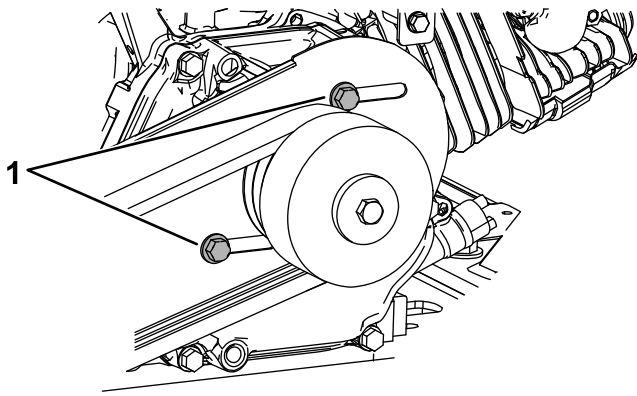
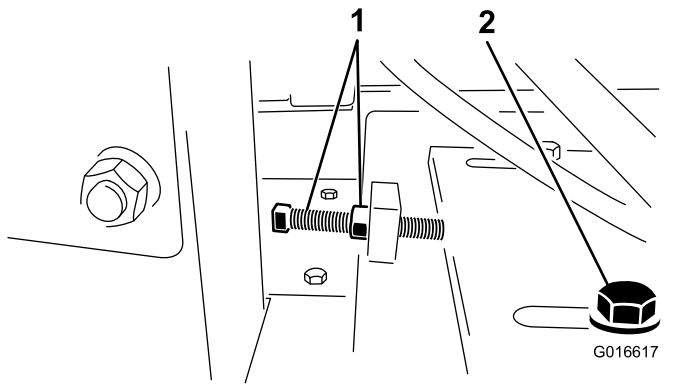

Figura 26
Figura 27
5. Afloje los 4 pernos de montaje de la chapa del motor y los 2 pernos que sujetan la parte trasera del protector de la correa al motor (Figura 26 y Figura 27).
6. Afloje el perno tensor de la correa y la contratuerca. Mueva el motor hacia la carcasa del volante para aflojar la correa (Figura 27).
6. Afloje el perno tensor de la correa y la contratuerca, y mueva el motor hacia la carcasa del volante para aflojar la correa (Figura 27).